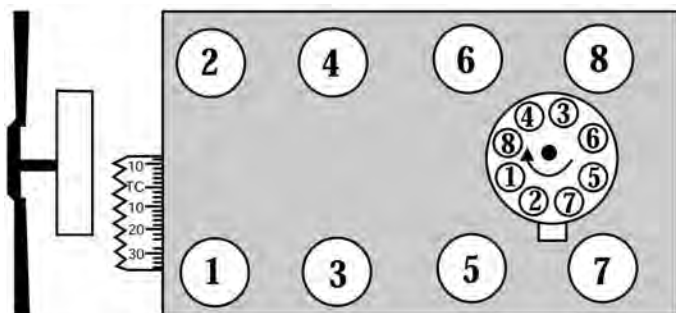

Figura 1 - Chevrolet V8 de 283-400 c.i.d.
15. Retire la bomba de combustible y la varilla de empuje de la misma. Haga girar el motor hasta que las marcas de regulación estén alineadas, tal como se muestra en la Figura 1.
1. Haga girar el motor en la dirección de rotación hasta que la válvula de admisión N° 1 se cierre, y continúe hasta que el puntero de la cubierta delantera esté situado aproximadamente cinco grados antes del punto muerto superior (BTDC). Consulte el orden de disparo en la Figura 1.